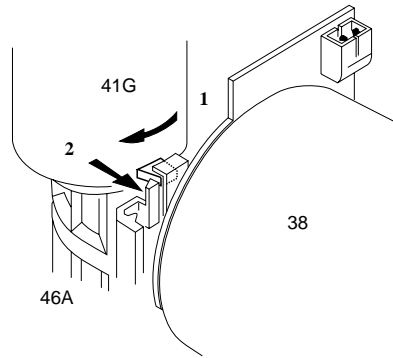

Fig. 17
- Führung (Pos. 41G) aus der Nut des Fädelmotorhalters aushaken und so weit im Uhrzeigersinn verdrehen, bis die Andruckrolle und die Führung (Pos. 41G) entriegelt und abgenommen werden können (Fig. 17).
- Release the pressure roller guide (pos. 41G) from the guide in the threading motor holder and turn the pressure roller guide assembly clockwise until the pressure roller and the guide (Pos. 41G) can be released and removed (Fig. 17).